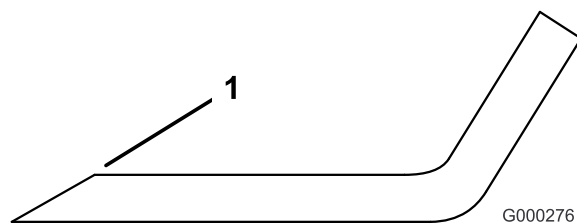

Bild 81
1. Schärfen Sie die Schnittkante an beiden Enden des Schnittmessers mit einer Feile (Bild 81). Behalten Sie den ursprünglichen Winkel bei. Das Schnittmesser behält seine Auswuchtung bei, wenn von beiden Schnittkanten die gleiche Materialmenge entfernt wird.